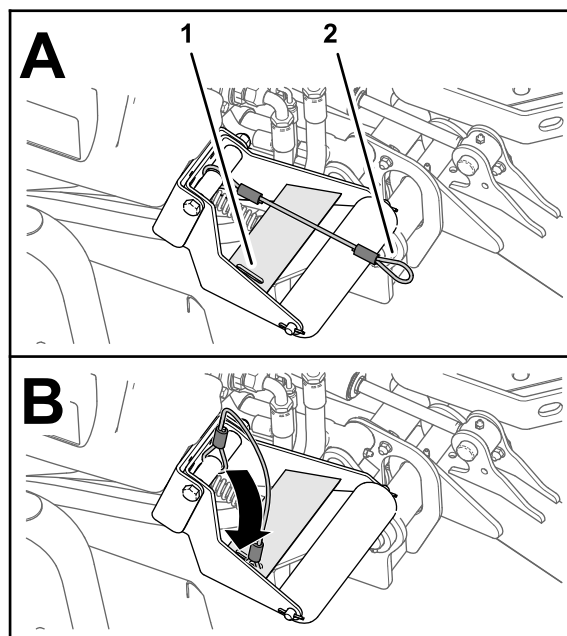

Figura 34
4. Sklopte žací jednotky a oko lanka zasuňte do otvoru ve výztužné desce držáku válce (Figura 34).